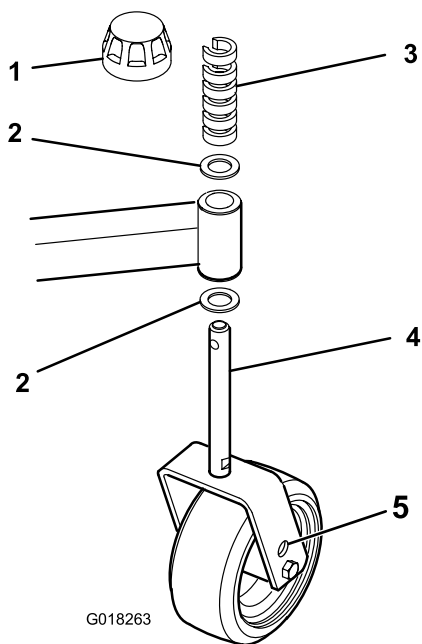

図 18
6. 前または後キャストアームにシムを入れてカッティングユニットに必要なピッチを出す (図 18)。